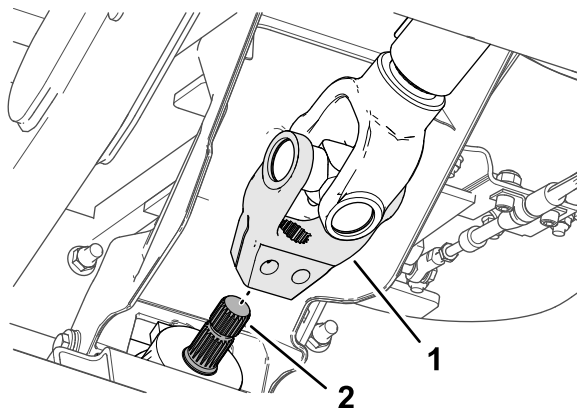

Figure 15
5. Alignez les cannelures de la chape de l'arbre d'entraînement et celles de l'arbre d'entrée de l'outil (Figure 15), puis glissez la chape sur l'arbre.